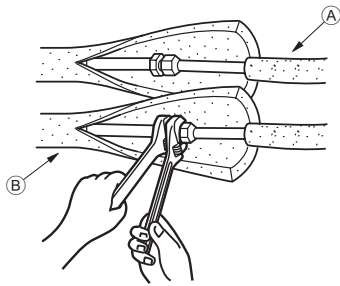

Fig. 4-3
4.3. De koelstofpijpen aansluiten (Fig. 4-3)